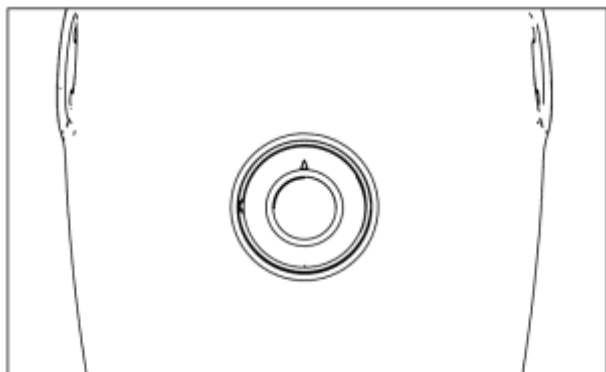

Figura 10 Tapón del depósito de combustible
6. Método de apertura del tapón del depósito de combustible (Figura 10)